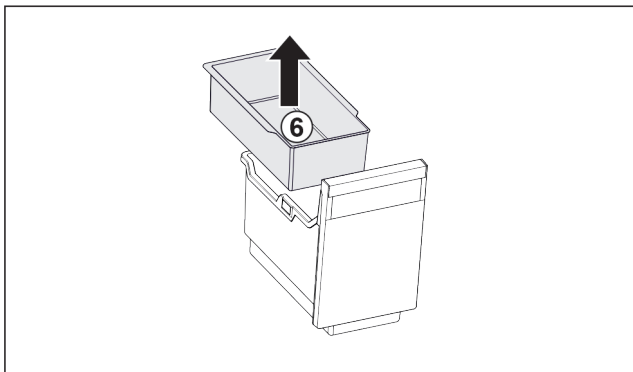

Fig. 34
- ▶ Einhängeschale Fig. 34 (6) entnehmen.